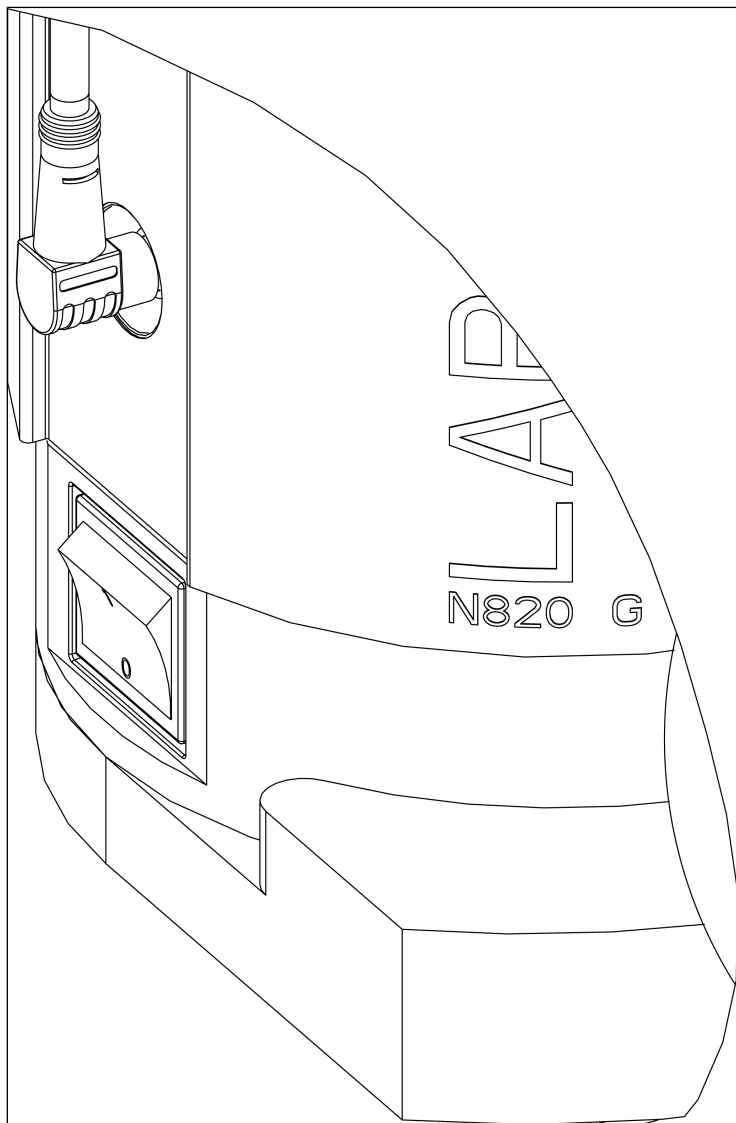

Fig. 11: Conexión y desconexión del sistema de vacío con interruptor de alimentación
- Conectar el sistema de vacío con el interruptor de alimentación (ver Fig. 11).